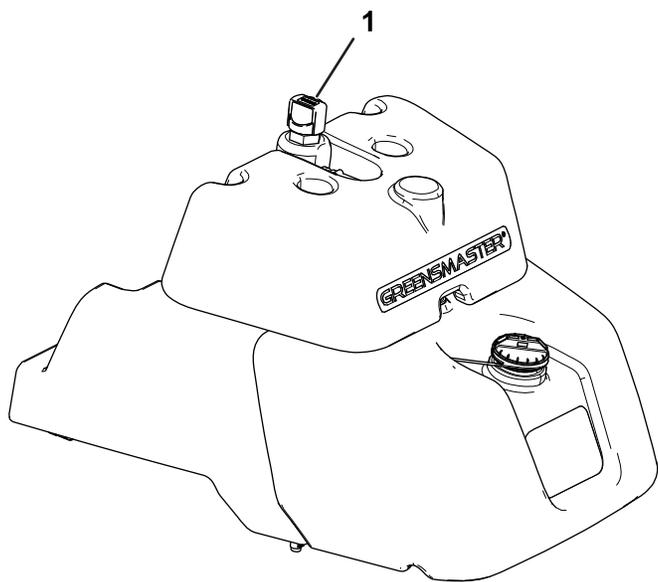

Рисунок 42
2. Найдите измерительный щуп в верхней части главного гидравлического бака (Рисунок 42) и перейдите к пункту 3.